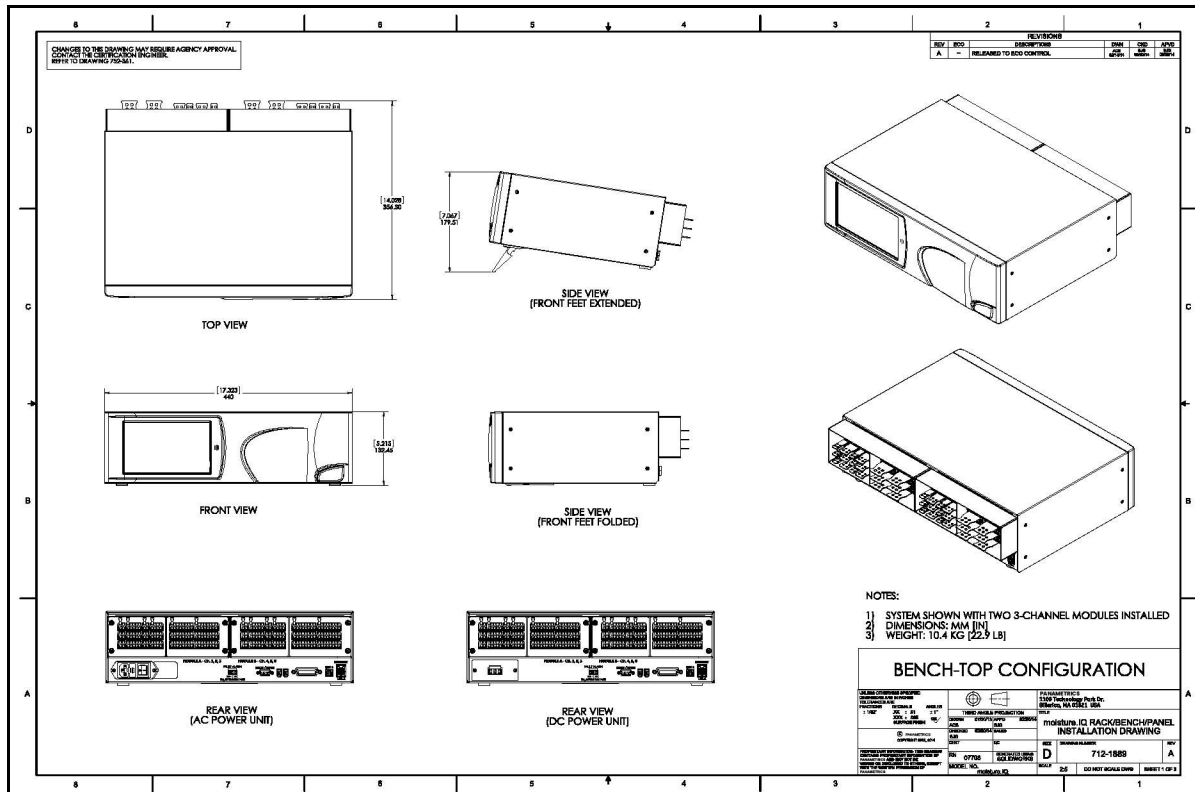
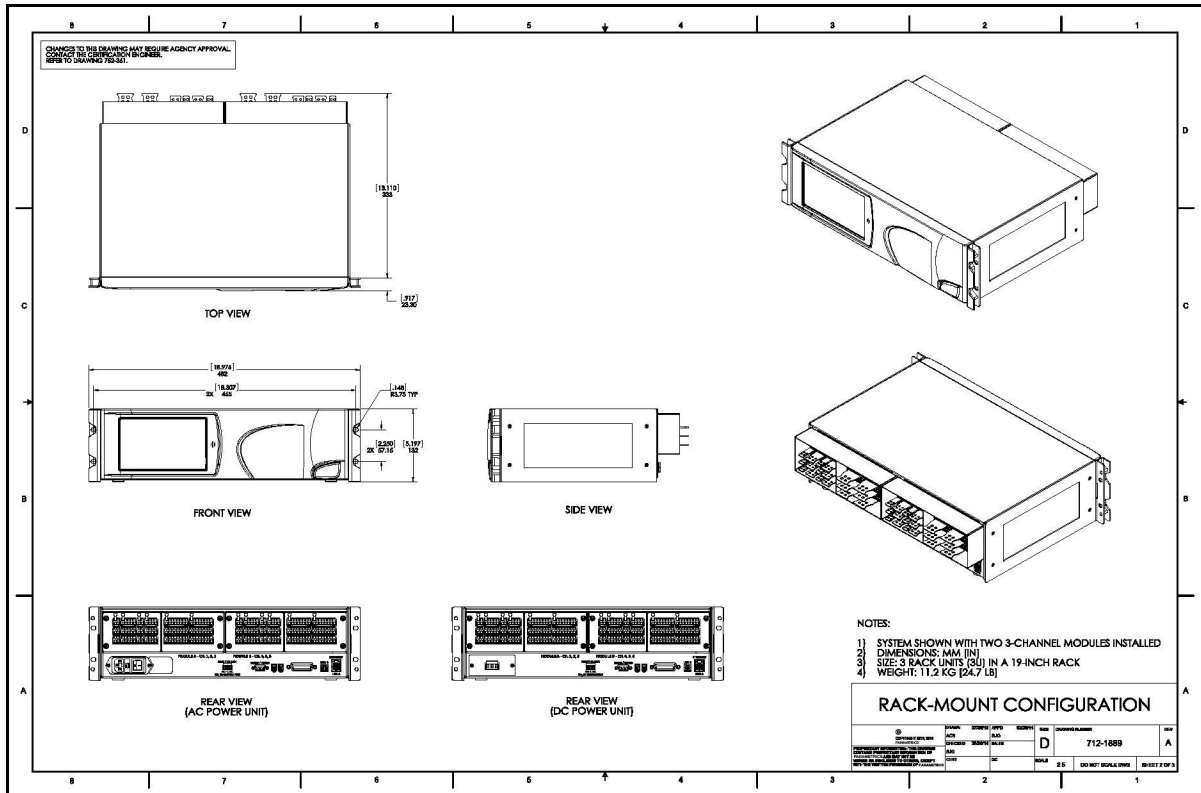
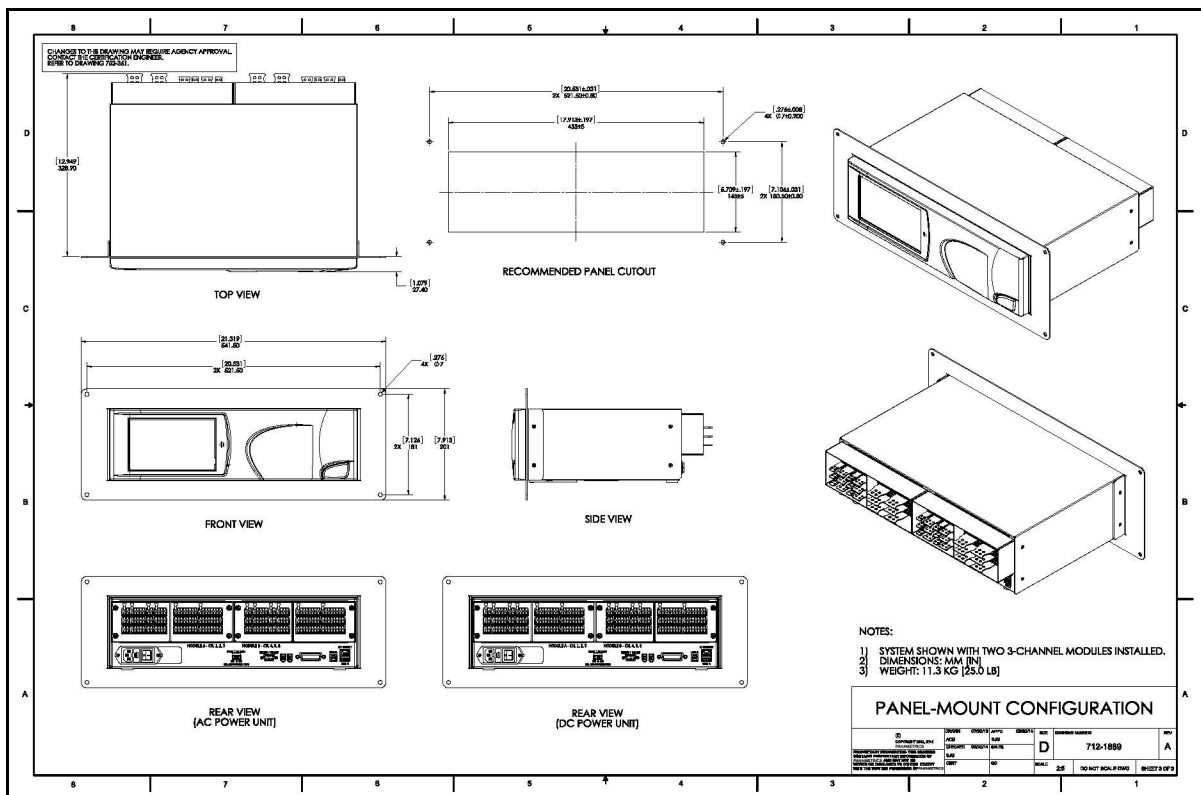

Figura 7: Configuración de sobremesa (Plano 712-1889_revA, SH 1 de 3)
Figura 8: Configuración de montaje en rack (Plano 712-1889_revA, SH 2 de 3)
Figura 9: Configuración de montaje en panel (Plano 712-1889_revA, SH 3 de 3)
- La instalación debe reunir los requisitos de los *planos de configuración* 712-1889, versión rack (consulte la *Figura 8 en la página 5*)/sobremesa (consulte la *Figura 7 en la página 4*)/panel (consulte la *Figura 9 en la página 5*).